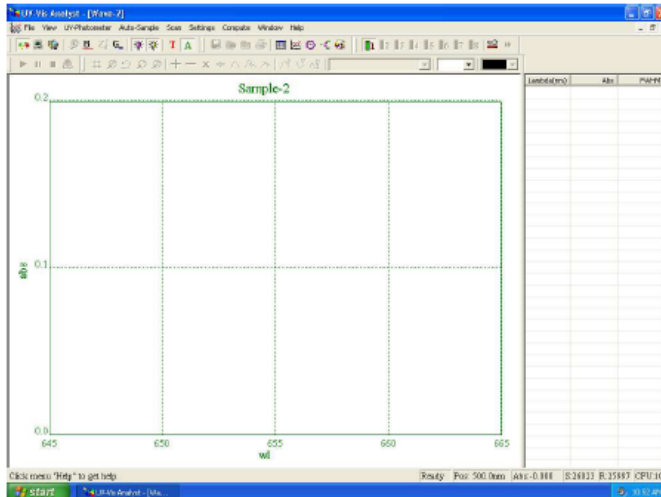

Fig. 4-10
1. Click  en la barra de herramientas para una nueva medida de escáner y aparece lo siguiente (Fig 4-10).